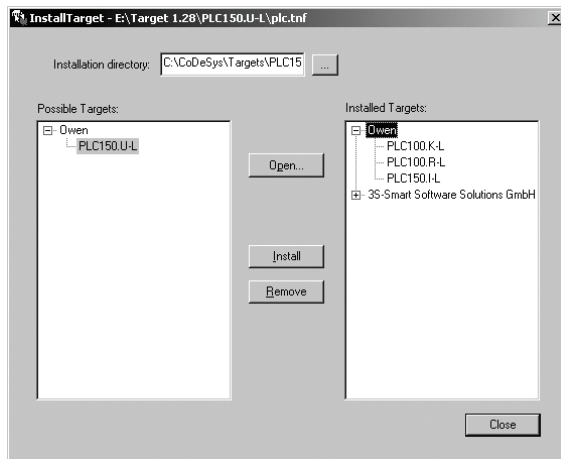

Рисунок 4.1 – Окно «InstallTarget» утилиты InstallTarget
- 1) В открывшемся при запуске утилиты **InstallTarget** окне (см. рисунок 4.1) – нажать кнопку Open и указать путь доступа к инсталлируемому Target-файлу (имеющему расширение ***.tnf**, Target Information File). Target-файлы контроллеров ОВЕН ПЛК100 находятся на компакт-диске, поставляемом с контроллером, в папке «Target» или могут быть скачаны с сайта **www.owen.ua**. При скачивании с сайта папку с Target-файлами надо разархивировать и сохранить на жестком диске ПК.